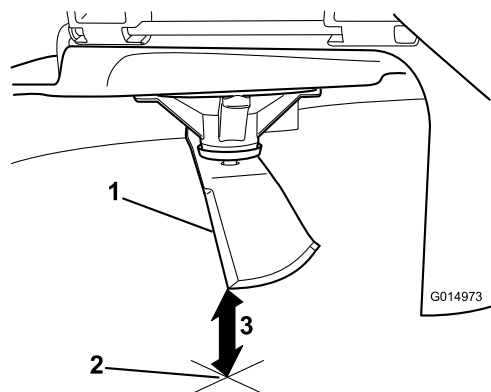

**Figure 64**
3. Mesurez la distance entre la pointe de la lame et la surface plane (Figure 64).